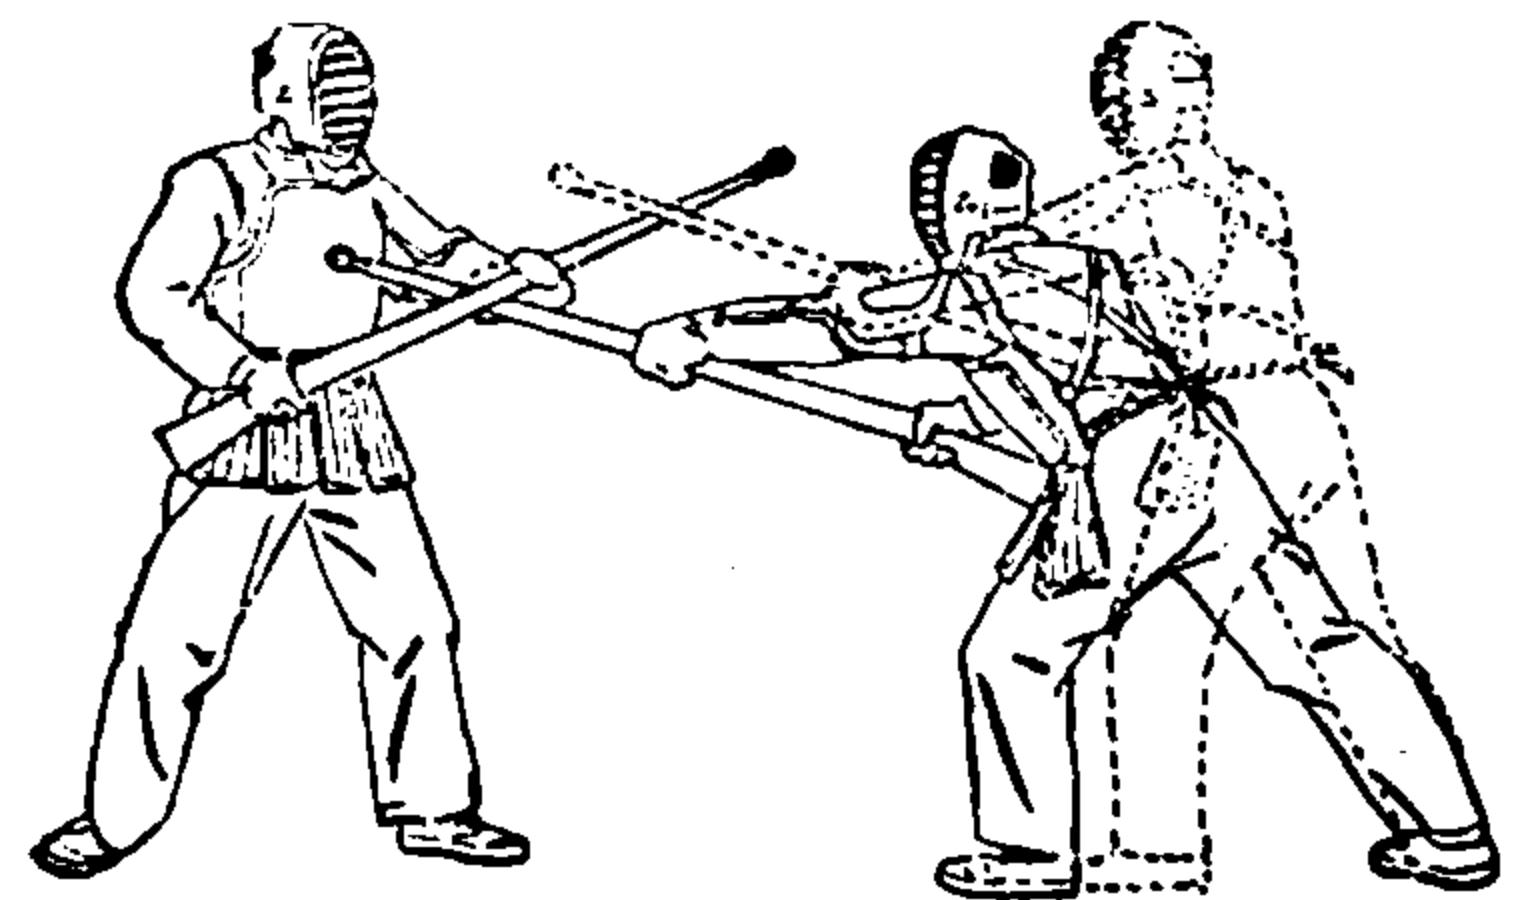

图22 右打刺动作
**右打刺** 进攻者以两手的合力按防右的动作猛击对方枪（距对方左手前约20厘米），随即刺右或转枪刺下（图22）。